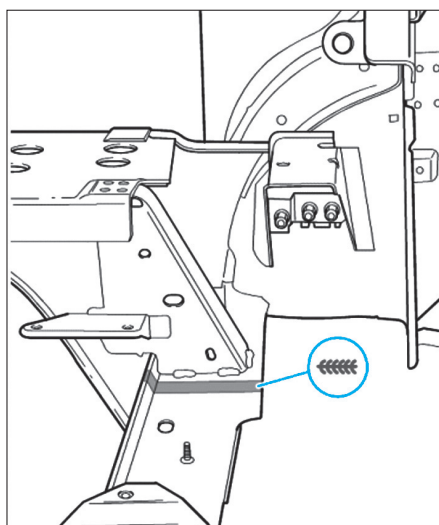

FIG. 12
- Souder la zone de découpe de la tôle de recouvrement en bord à bord, en cordon continu sous gaz de protection (Fig.12).